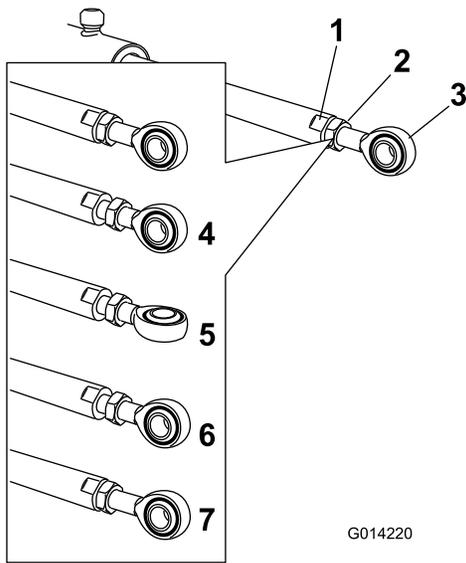

図 64
5. アクチュエータロッドの平たい面にスパナをあてがって回転しないように押さえ、ジャムナットをゆるめて、アイレットロッドを調整できるようにする 図 64。
6. アイレットロッドを回転させてアクチュエータを希望の長さに調整する 図 64。